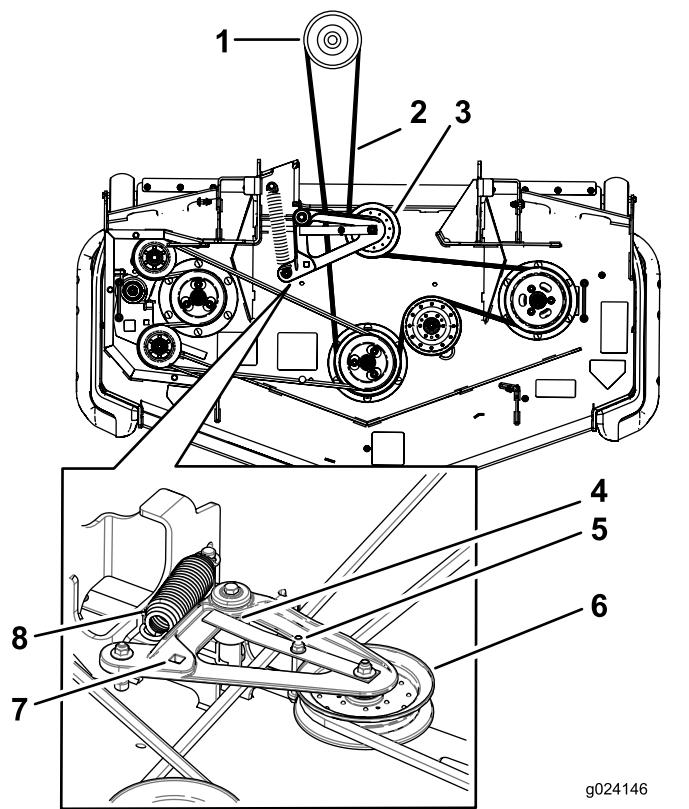

Figure 102
6. Insérez un rochet dans le trou carré du bras de la poulie de tension pour détendre le ressort de la poulie de tension (Figure 102).
8. Acheminez la courroie neuve autour des poulies du tablier de coupe et de la poulie d'embrayage, sous le moteur (Figure 102).
9. Tournez et vérifiez que la patte du guide-courroie vient frapper le moyeu de pivot (Figure 102).
10. Insérez le rochet dans le trou carré et chaussez la courroie sur la poulie de tension à ressort (Figure 102). Engagez les extrémités du ressort dans les rainures d'ancrage.